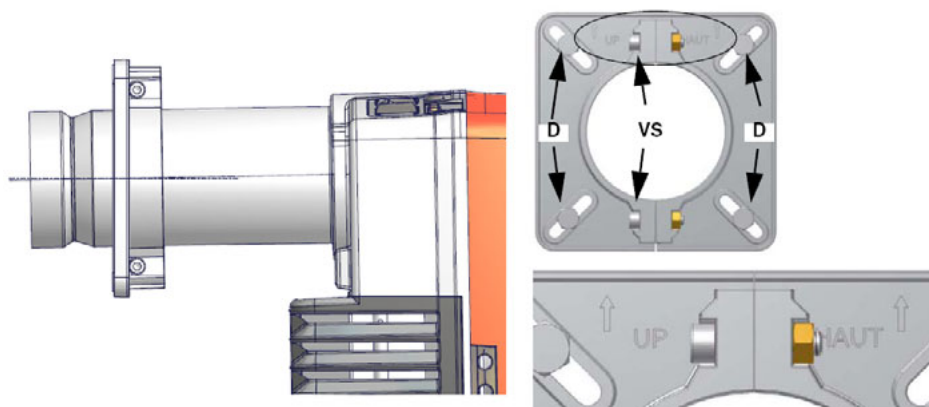

Fig. 2
Trazar, en el diagrama "Campo de aplicación" del quemador (Fig. 2) una recta vertical en correspondencia con la potencia del fuego y una recta horizontal en correspondencia con el valor de presión que interesa.
4. según el dibujo referido en la Fig. 2, fijar la brida a los tornillos de unión a la caldera con las tuercas D, sin apretarlas completamente